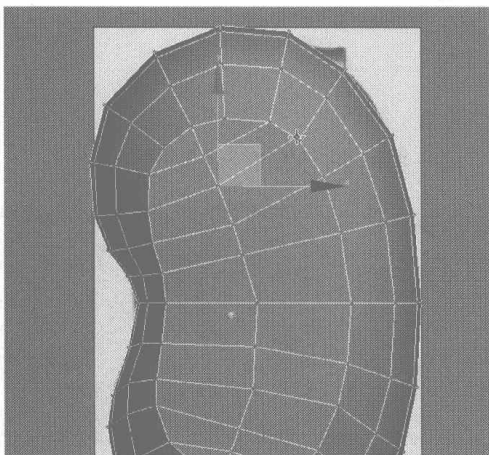
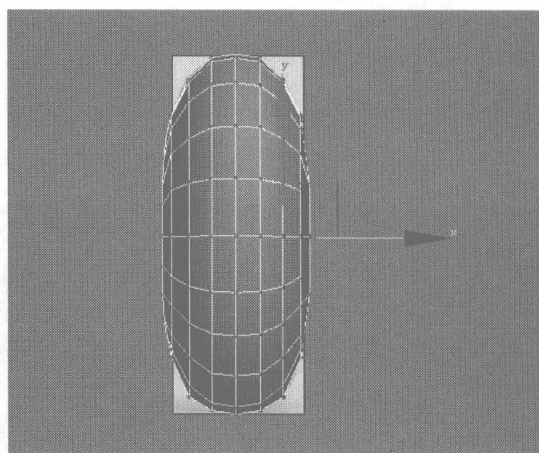

图 3.25
图 3.26
- 18** 在视图中单击右键，在弹出的快捷菜单中选择 Cut 命令，然后在 Left 视图中分别添加如图 3.25 所示的细分线，并将没有重合的节点用 Target Weld 命令将其合并，再框选如图 3.26 所示的节点，将其删除。